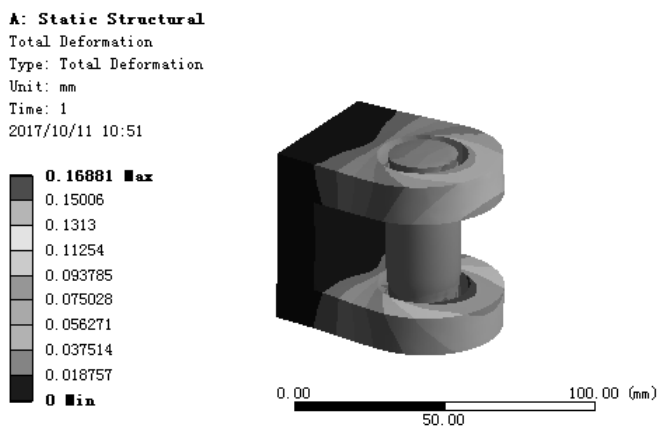

图 7.6.48 位移变形结果图解
(3) 查看位移结果图解。在“Outline”窗口中选中 **Total Deformation**，查看图 7.6.48 所示的位移变形结果，其最大位移为 0.16881mm。